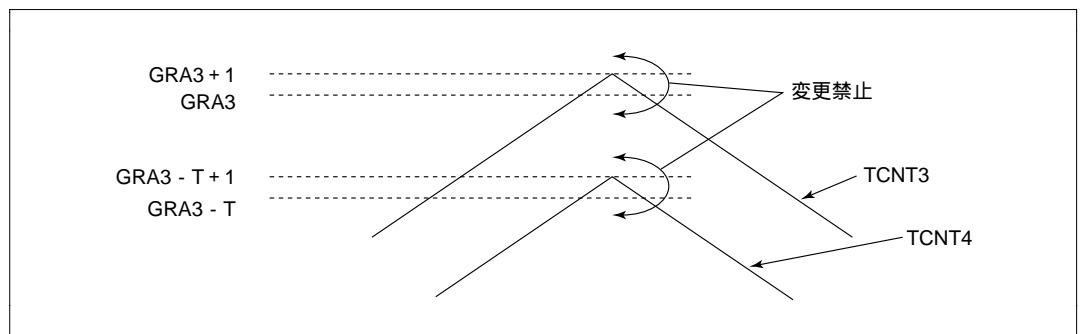

図 8.40 バッファ動作による GR の設定変更時の注意 (1)
バッファ動作による GR の設定変更時の注意 (1) を図 8.40 に示します。